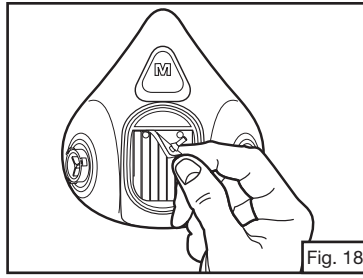

Fig. 18
2. Retire la Válvula de exhalación 3M™ 6583 o 7583 del asiento de la válvula al jalar cada vástago de la válvula por separado de los orificios (Fig. 18).